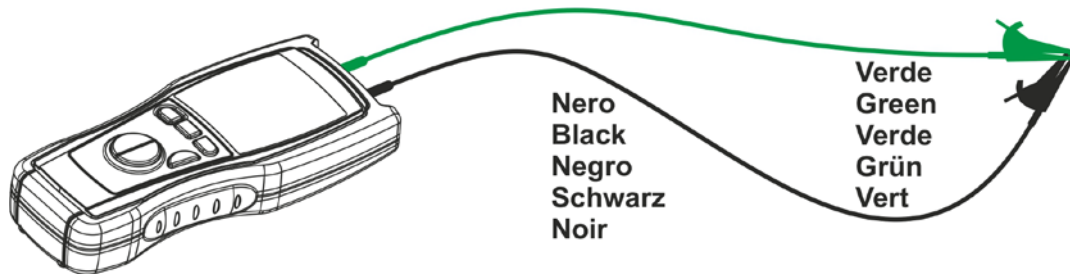

Abb. 6: Verbindung der Anschlüsse des Gerätes bei der Kalibrierung
2. Schließen Sie die Kabelenden wie in Abb. 6 gezeigt miteinander kurz, und stellen Sie sicher, dass die Metallteile der Prüfsonden und Krokodilklemmen guten Kontakt haben.